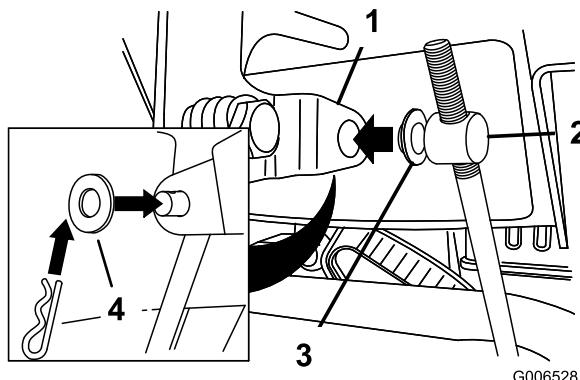

Figure 5
3. Placez une rondelle plate sur le tourillon (Figure 5).
6. Appuyez sur la tige de commande de vitesse et insérez le tourillon dans le trou du levier sélecteur de vitesse (Figure 5).
- Désaccouplez le tourillon du sélecteur de vitesses (Figure 5).
- Tournez le tourillon vers le bas (sens horaire) sur la tige de commande de vitesse (Figure 5).
- Accouplez le tourillon au sélecteur de vitesses (Figure 5).